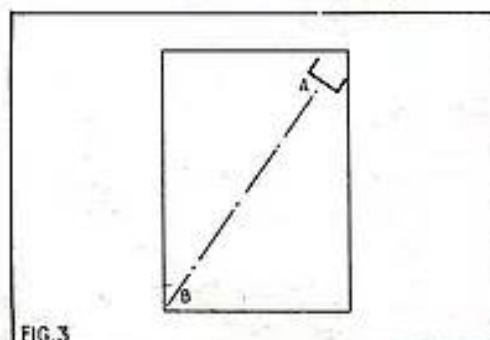

FIG.3
- A - Position d'encoignure (fig. 3).